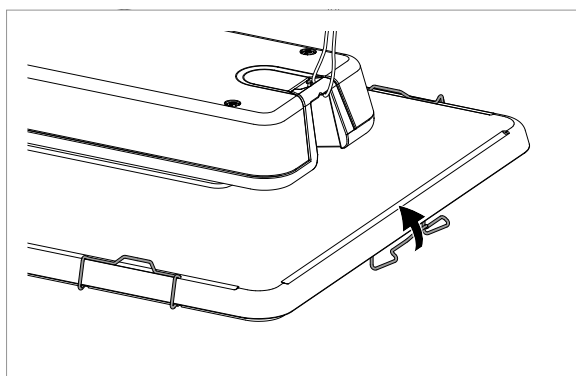

Fig. 11: Schutzscheibe befestigen.
- ▶ Befestigen Sie die Schutzscheibe an der Leuchte, indem Sie alle sechs Halteklammern nach oben klappen, siehe Fig. 11.